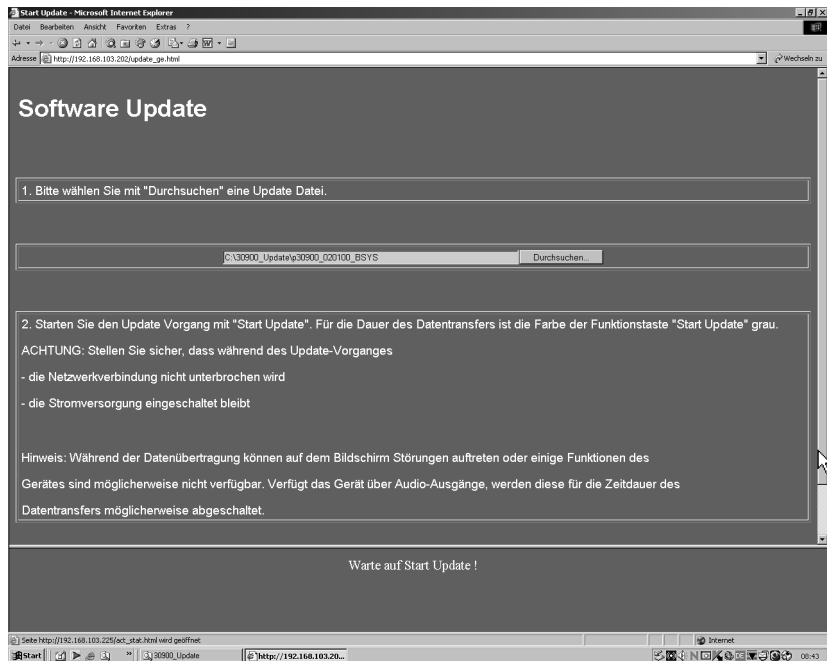

Bild 5-13: Auswahl der Update-Datei und Verschieben der Seite mit dem Scroll-Balken
- Nach Auswahl der Update-Datei schieben Sie die Seite nach oben, indem Sie den grauen Balken am rechten Bildschirmrand nach unten ziehen (siehe Mauszeiger in Bild 5-13).